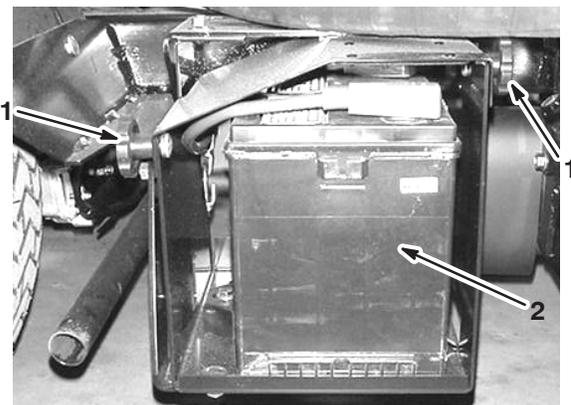

Figure 57
2. Desserrez les boutons sur les côtés du bac de la batterie et déposez le couvercle de la batterie (Fig. 57).
3. Retirez le dispositif de retenue et les fixations de la batterie (Fig. 57).
- Posez solidement le dispositif de retenue de la batterie avec les fixations retirées précédemment (Fig. 57).
- Posez le couvercle de la batterie et fixez-le à l'aide des 2 boutons (Fig. 57).
- Desserrez les boutons sur les côtés du bac de la batterie et déposez le couvercle de la batterie (Fig. 57).